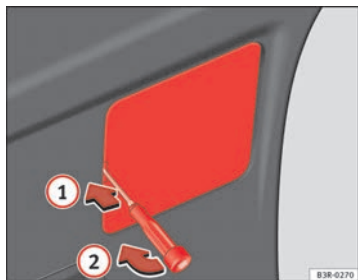

Fig. 234 Retirar la cubierta del revestimiento del portón trasero
- Introduzca el destornillador en la ranura de la cubierta ⇒ fig. 234 ① y extraiga la misma haciendo palanca ②.